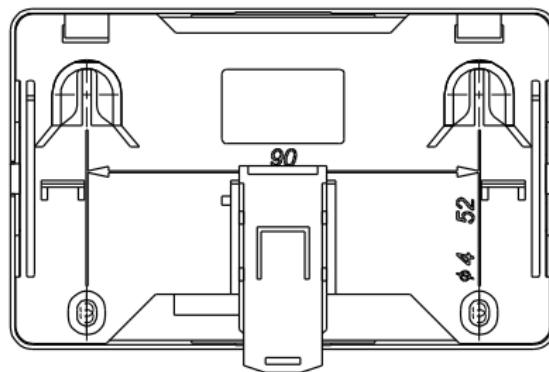

Рисунок 1
- смонтировать PM-1K-R3 на стену, используя отверстия в основании (рисунок 1);